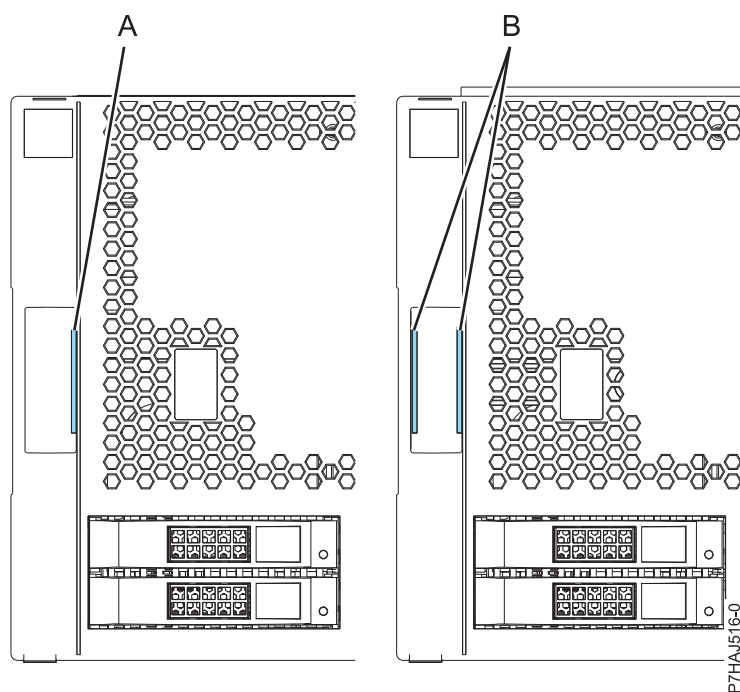

図 8. 古いカバーと新しいカバーの識別
注: 2011 年 3 月 1 日より前に出荷された古いカバーは、カバー・アセンブリー・ラッチに青いストライプが 1 本 (A) あることにより識別できます。 2011 年 3 月 1 日以降に出荷された新しいカバーには、カバー・アセンブリー・ラッチに青いストライプが 2 本 (B) あります。 27 ページの図 8 を参照してください。